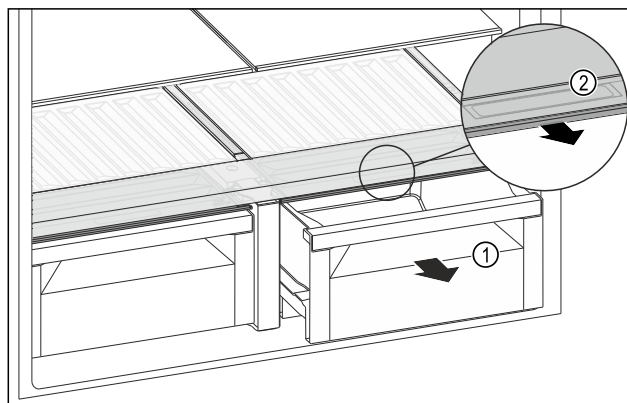

Fig. 122
- Izvucite ladicu Fig. 122 (1).
- Primite ručku Fig. 122 (2) na poklopcu pretinca i istodobno povucite poklopac pretinca prema naprijed.